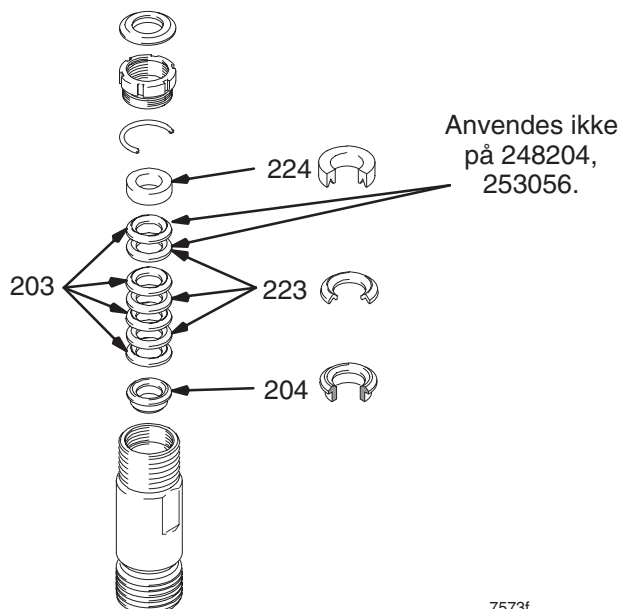

Fig. 12
Fig. 12. Væd alle læderpakninger i olie (SAE 30W) i mindst 1 time før samling. Sæt hanstopbøsningen (204) i cylinderen. Sæt skiftevis UHMWPE- (203) og læder- (223) pakninger på (bemærk retningen). Sæt hunstopbøsningen (224) i toppen af cylinderen. Sørg for, at pakningerne lejrer sig korrekt.